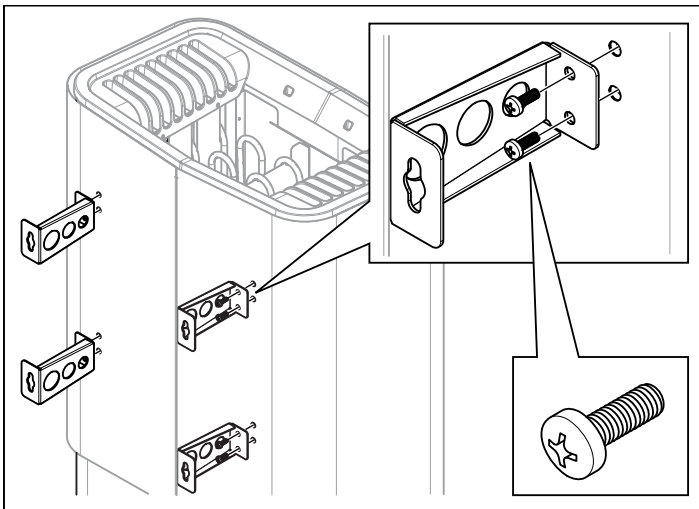

Abb. 7: Montage der Halterungen am Ofen
5. Lösen Sie die beiden ersten Schrauben an der Rückseite des Ofens und schrauben Sie eine der vier Halterungen an. Wiederholen Sie dies, um die übrigen Halterungen zu befestigen, siehe Abb. 7, Seite 11.